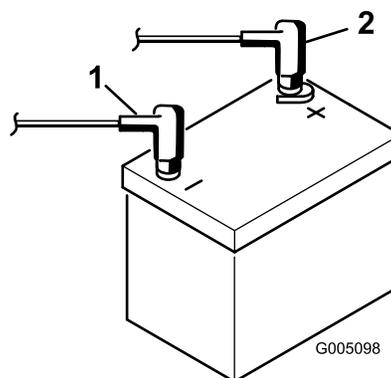

Рисунок 8
9. Установите положительный кабель (красный) на положительную клемму (+), а отрицательный кабель (черный) на отрицательную (-) клемму аккумуляторной батареи и закрепите их болтами и гайками (Рисунок 8). Наденьте на положительную клемму резиновый чехол для предотвращения возможного замыкания на массу.